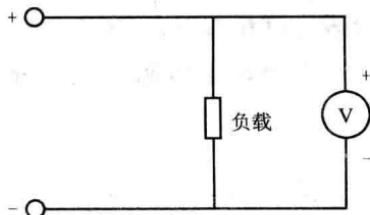
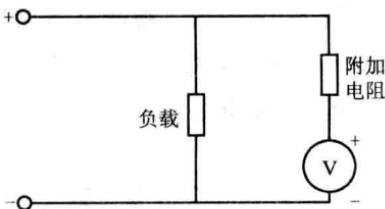

图 1-7 直流电压的测量
图 1-8 串联分压电阻扩大量程
2. 直流电压的测量 直流电压表有正、负极性,测量时,必须将电压表的正端钮接被测电路的高电位端,负端钮接被测电路的低电位端,如图 1-7 所示。在电压表外串联分压电阻扩大量程,如图 1-8 所示。